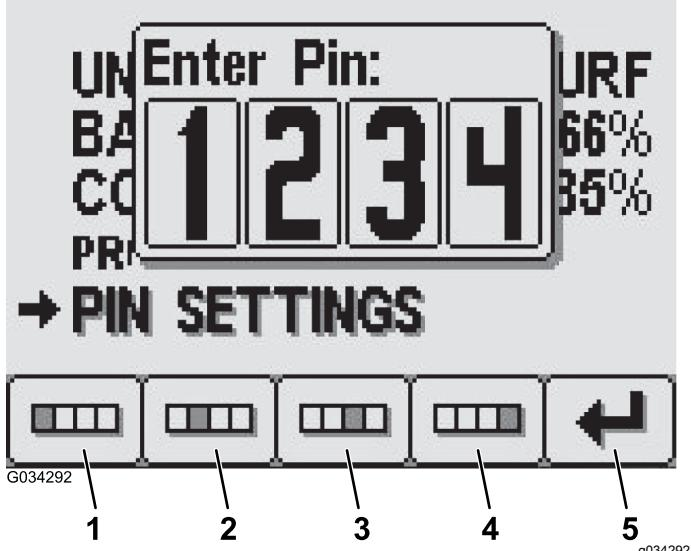

Figura 24
3. Prima os botões 1 a 4 para introduzir o seu código PIN. Quando terminar a introdução do PIN, prima o botão 5 (Figura 24).
- Prima os botões 1 a 4 para introduzir o seu código PIN. Quando terminar a introdução do PIN, prima o botão 5 (Figura 24).
- No ecrã de introdução do PIN antigo, prima os botões 1 a 4 para introduzir o seu antigo código PIN e prima o botão 5 quando concluir o PIN (Figura 24).